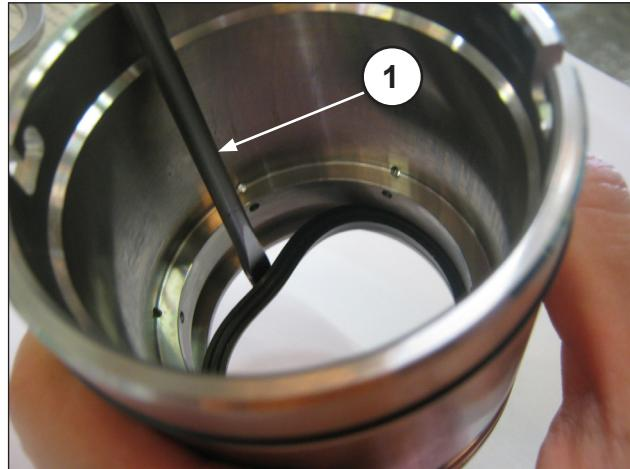

Fig. 164
Per togliere la guarnizione di bassa pressione è necessario utilizzare uno spessimetro o un attrezzo che non danneggi la sede del supporto guarnizione (pos. ①, Fig. 164).